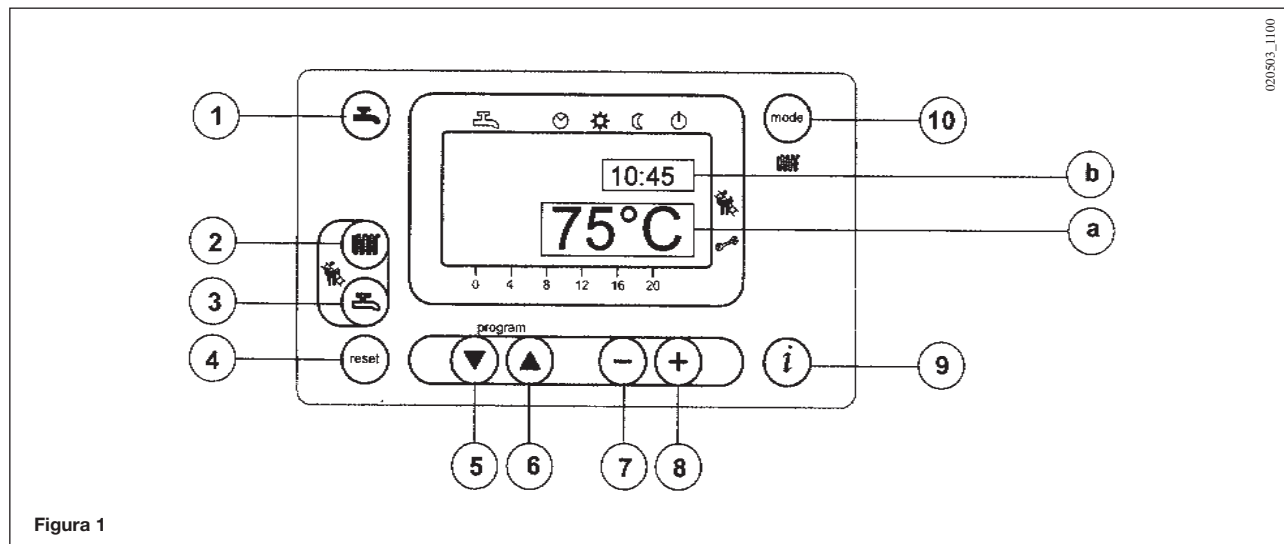

Figura 1
- Premere il tasto 🚿 (2- figura 1) per impostare la temperatura dell'acqua di riscaldamento;
- premere uno dei due tasti 🚿 mode (1 o 10 - figura 1) per memorizzare e ritornare al menù principale.
N.b – Con sonda esterna collegata, mediante il tasto 🚿 (2 – figura 1) è possibile effettuare la traslazione della curva di riscaldamento. Premere i tasti - + per diminuire o aumentare la temperatura ambiente del locale da riscaldare.
- Premere il tasto 🚿 (3- figura 1) per impostare la temperatura massima dell'acqua sanitaria;
Sul display principale (figura 1 a) compaiono le segnalazioni di anomalia assieme al simbolo  (figura 4). Il riarmo è possibile mediante il pulsante di reset  il quale deve essere premuto per almeno due secondi.
Sul display secondario (figura 1 b) compaiono le segnalazioni di anomalia e l'ora che si alternano lampeggiando (figura 4.1). Non è possibile resettare le segnalazioni di anomalia che compaiono sul display secondario in quanto deve essere prima rimossa la causa che ne ha provocato la segnalazione.